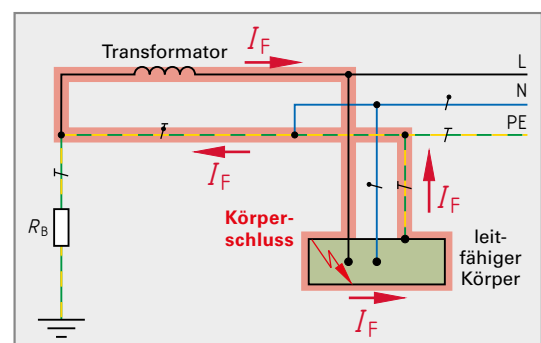

Bild 4: Abschaltung bei Isolationsfehler durch RCD
15. In der elektrischen Anlage nach **Bild 4** kann im Fehlerfall ein Körperschluss auftreten. Zeichnen Sie den Verlauf des Fehlerstroms in Bild 4 ein. Welche Schutzmaßnahme ist daher an welcher Stelle im Bild 4 anzuwenden?